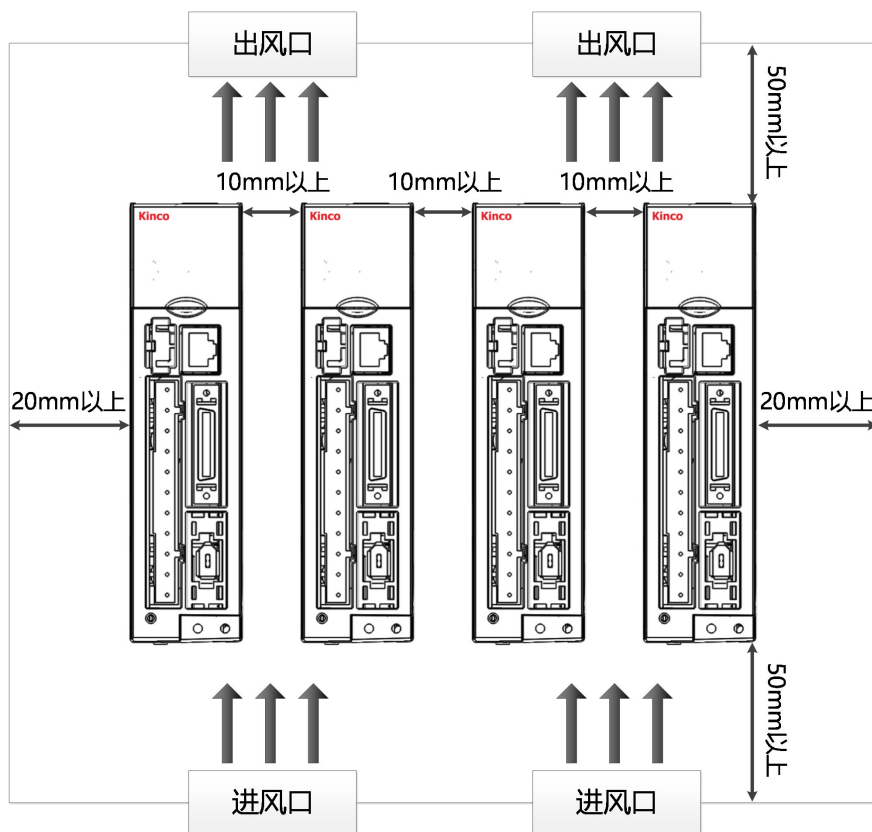
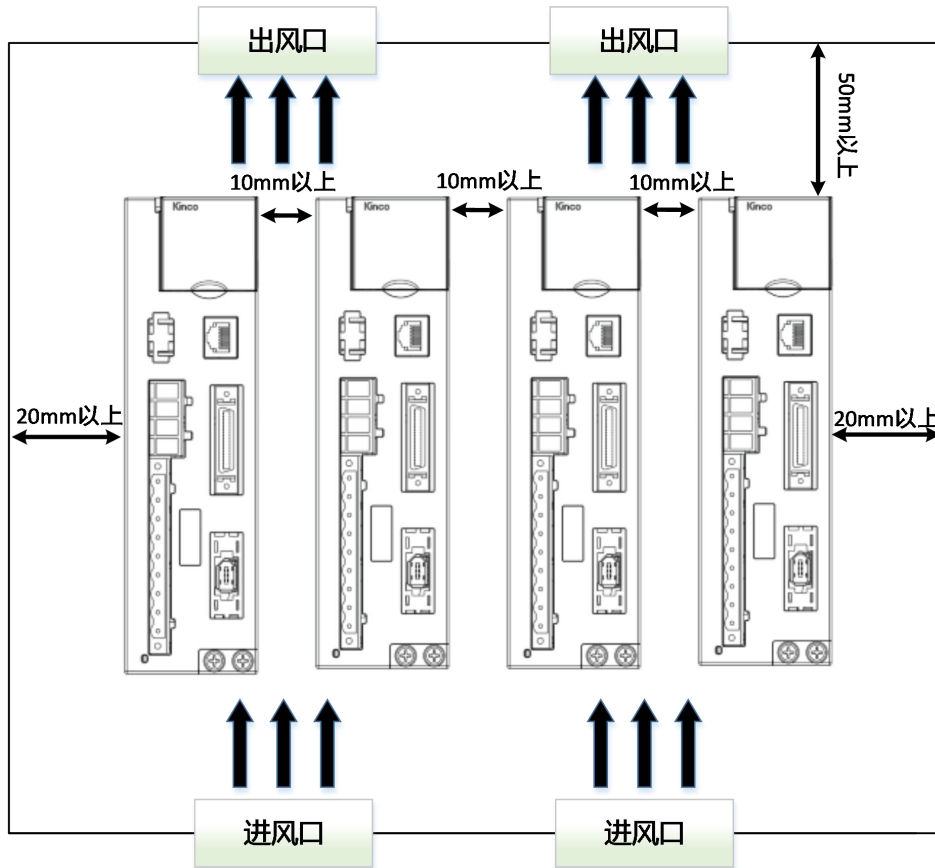

图 2-3 CD&FD413 423 安装方向及要求
图 2-4 CD&amp;FD433 623 安装方向及要求
- 请严格按照本手册所要求操作, 并参考图 2-3 以及图 2-4 安装方式进行正确安装伺服系统;